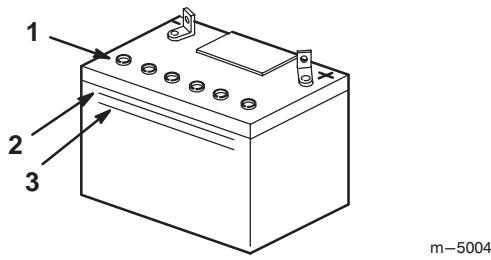

Bild 16
- Sehen Sie sich die Seite der Batterie an. Der Füllstand muss bis zur oberen Linie reichen (Bild 16). Der Säurestand darf nicht unter die untere Linie fallen (Bild 16).
- Entfernen Sie die Entlüftungsdeckel von der Batterie (Bild 16).
- Gießen Sie langsam destilliertes Wasser in jede Batteriezelle, bis der Säurestand die obere Linie (Bild 16) am Batteriegehäuse erreicht.
- Warten Sie nach dem Füllen der Batteriezellen fünf bis zehn Minuten. Gießen Sie bei Bedarf langsam destilliertes Wasser in jede Batteriezelle, bis der Säurestand die obere Linie (Bild 16) am Batteriegehäuse erreicht.